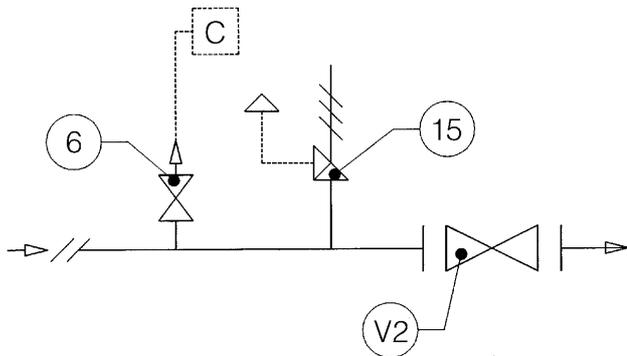

Fig. 5
3.1.1 INSTALACIÓN DIRECTA SOBRE LA LÍNEA (FIG. 5)
3.1.1 INSTALAÇÃO DIRECTA NA LINHA (FIG. 5)